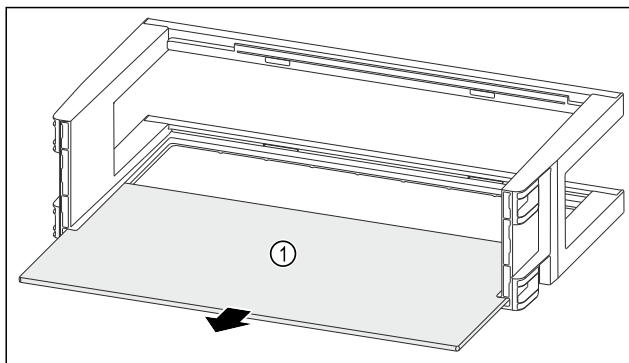

Fig. 120
- Abstellfläche Fig. 120 (1) entnehmen.